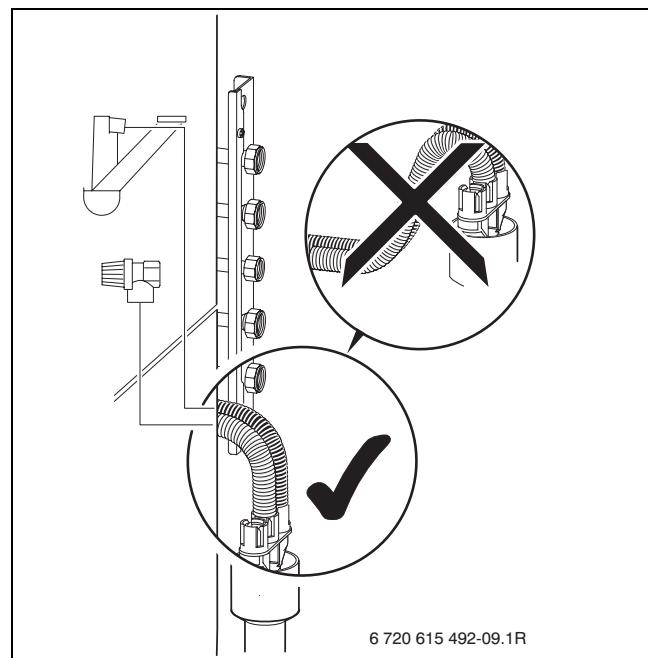

Bild 14
- ▶ Schlauch vom Sicherheitsventil an Ablaufgarnitur anschließen (→ Bild 14, Seite 18).